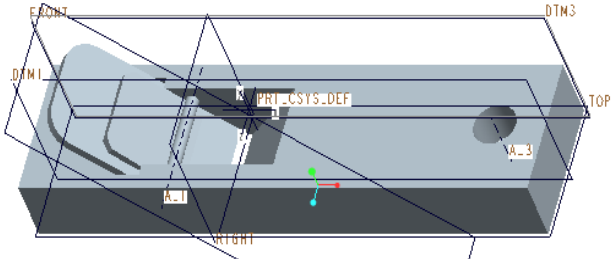

図 4-72 作成された穴
- 修正が終わったら、「フィーチャー終了」 をクリックして、穴フィーチャーを完了する。図 4-72 に作成された穴のフィーチャーを示す。